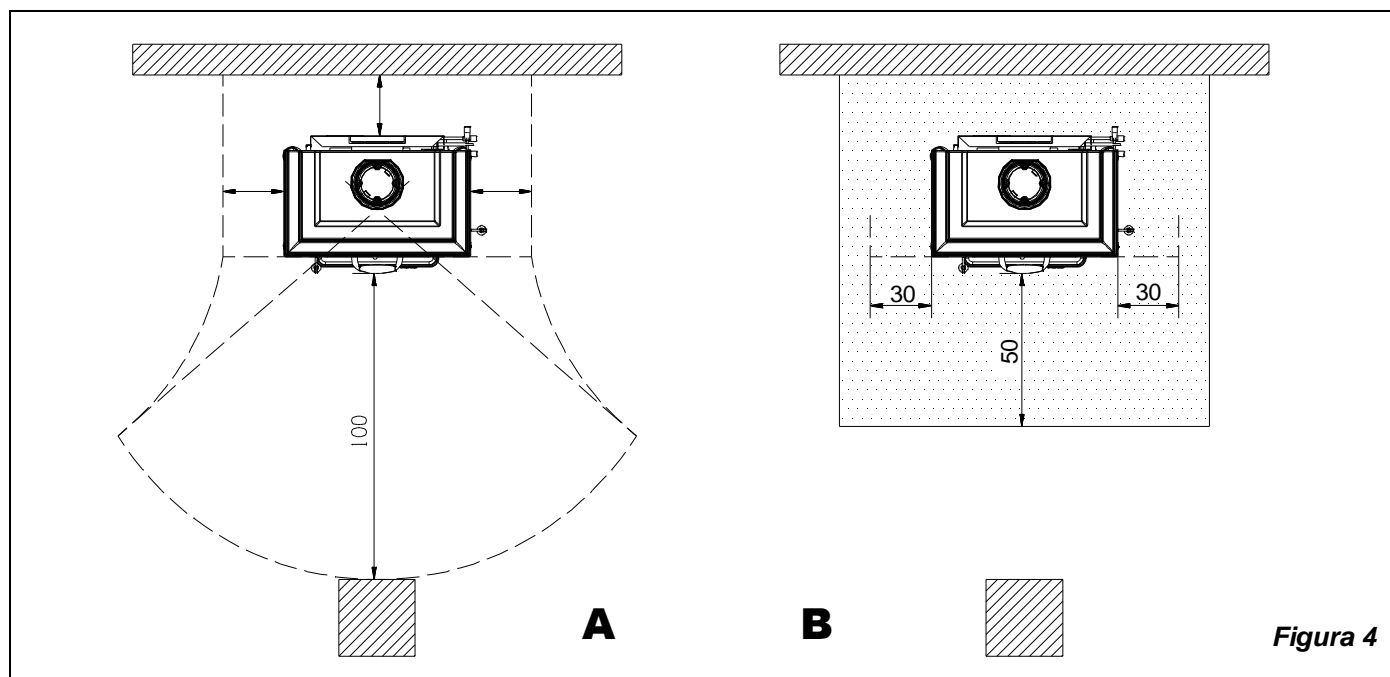

Figura 4
- a) al fine di assicurare un sufficiente isolamento termico, rispettare la distanza minima di sicurezza dal retro e da entrambi i lati da elementi costruttivi ed oggetti infiammabili e sensibili al calore (mobili, rivestimenti di legno, stoffe ecc.) (vedi Figura 4 **A**). **Tutte le distanze minime di sicurezza sono indicate sulla targhetta tecnica del prodotto e NON si deve scendere al di sotto dei valori indicati;**
- c) qualora il prodotto venga installato su un pavimento di materiale infiammabile, bisogna prevedere un sottofondo ignifugo, per esempio una pedana d'acciaio (dimensioni secondo l'ordinamento regionale). Il sottofondo deve sporgere frontalmente di almeno **50 cm** e lateralmente di almeno altri **30 cm** oltre all'apertura della porta di carico (Figura 4 **B**).